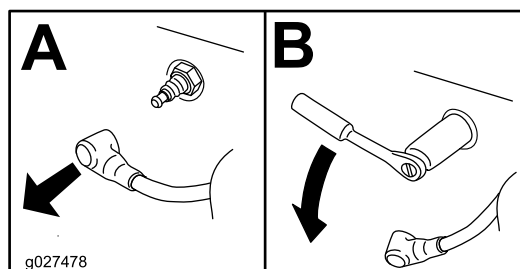

Figure 40
- Déposez la bougie (Figure 40).